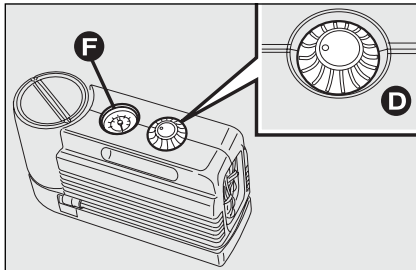
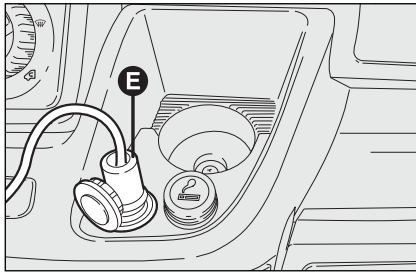

fig. 13
fig. 14
- controleer of de schakelaar **D-fig. 13** van de compressor in stand 0 (uitgeschakeld) staat, start de motor, steek de stekker **E-fig. 14** in de dichtstbijzijnde contactdoos en schakel de compressor in door schakelaar **D-fig. 13** in stand I (ingeschakeld) te zetten. Pomp de band op tot een druk van 4 bar.
Controleer de bandenspanning op de manometer **F-fig. 13**. Voor een nauwkeurige aflezing moet de compressor worden uitgeschakeld;